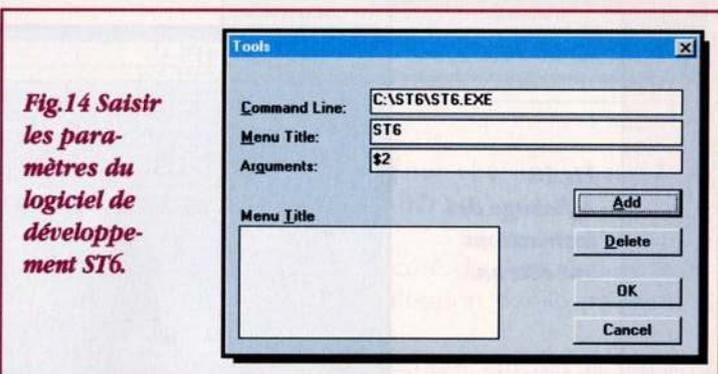

Fig.14 Saisir les paramètres du logiciel de développement ST6.
Ainsi dans la ligne **Command Line** (voir fig.14) s'affiche **C:\ST6\ST6.EXE**
- Dans la ligne, **Arguments** (voir fig.14) saisir : **\$2**
Sélectionner le programme **ST6.exe** et valider par **OK**. Comme le montre la figure 14 la mention **c:\ST6\ST6.EXE** apparaît. A la ligne **Menu Title**, saisir **ST6**, et à la ligne arguments saisir **\$2**